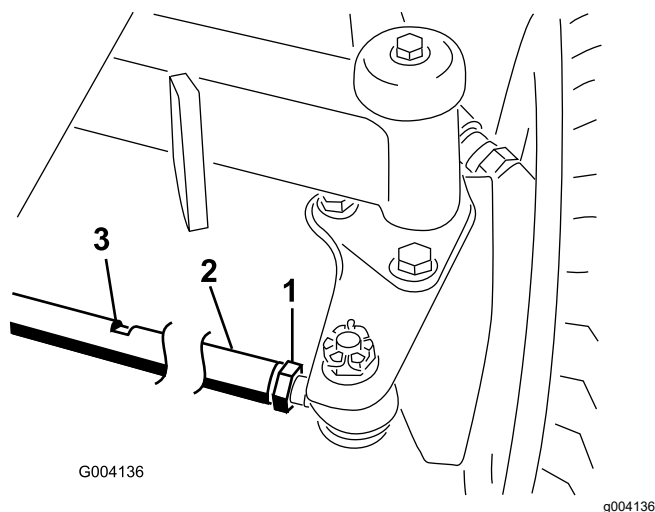

Figure 98
1. Desserrez l'écrou de blocage à chaque extrémité de la biellette (Figure 98).